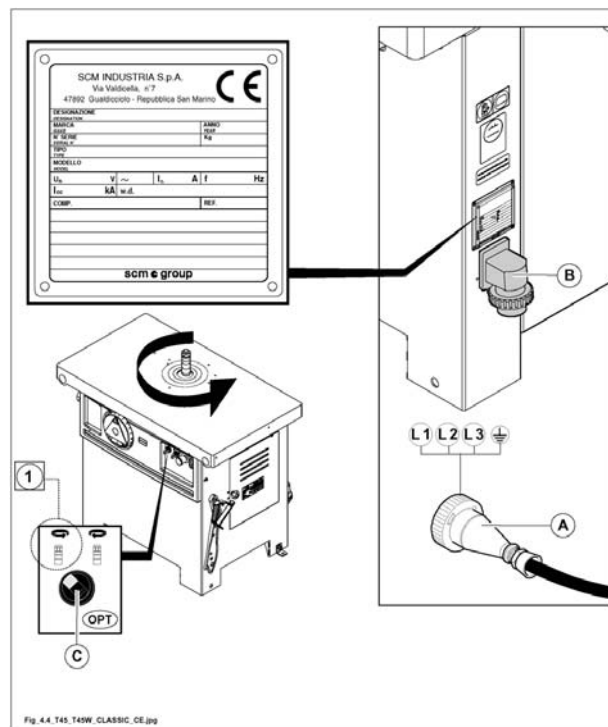

Fig. 4.4
- predisporre il cavo di alimentazione in prossimità della presa (A fig. 4.4) in dotazione;
- collegare i cavi di alimentazione ai morsetti L1-L2-L3 della presa in dotazione, e il cavo di terra al morsetto contrassegnato con il simbolo (PE);
- connettere la presa (A fig. 4.4) alla spina (B fig. 4.4).
L'errata rotazione dell'utensile causa pericolo all'operatore e danni al prodotto. Se la macchina è dotata di inversione di rotazione, posizionare il selettore (C fig. 4.4) in pos.1. Avviare per una frazione di secondo il gruppo toupie e verificare che l'albero ruoti in senso antiorario; nel caso la rotazione non sia corretta, togliere immediatamente tensione ed invertire due delle tre fasi sui morsetti (L1-L2-L3).